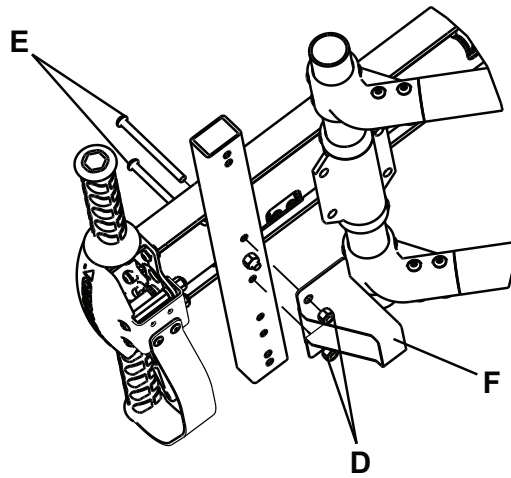

Abbildung 7 – Führungshalterung
- a. Mithilfe eines M4-Inbusschlüssels und eines M11-Schraubenschlüssels die beiden Fiberlock-Sechskantmutter (D) von den beiden Innensechskantschrauben (E) am Fußende der Trage entfernen (Abbildung 7). Muttern und Schrauben aufbewahren.
- b. Die mitgelieferte Führungshalterung (F) (610000010008) auf die beiden Innensechskantschrauben (in Schritt 3a aufbewahrt) setzen (Abbildung 7). Mit einem Drehmomentschlüssel mit den Fiberlock-Sechskantmuttern (D) (in Schritt 5a entfernt) sichern.